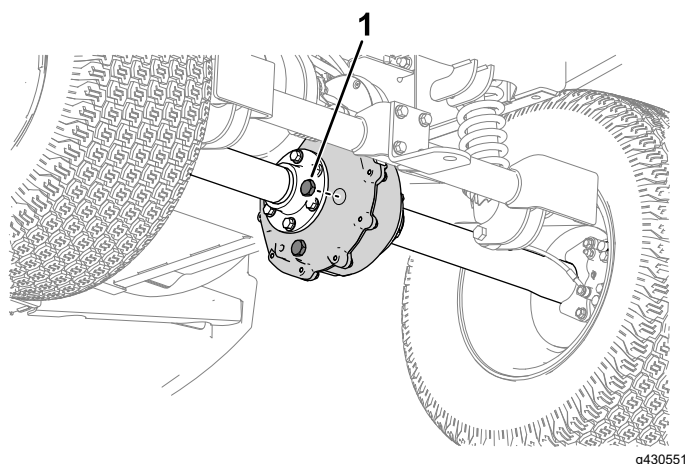

Bild 46
1. Entfernen Sie die Füllschraube am Getriebe (Bild 46).
2. Wenn der Ölstand niedrig ist, nehmen Sie die Füllschraube ab und füllen Sie die angegebene Ölsorte wie unter [Wechseln des Getriebeöls (Seite 40) angegeben] ein, bis das Öl aus dem Loch ausläuft (Bild 46).